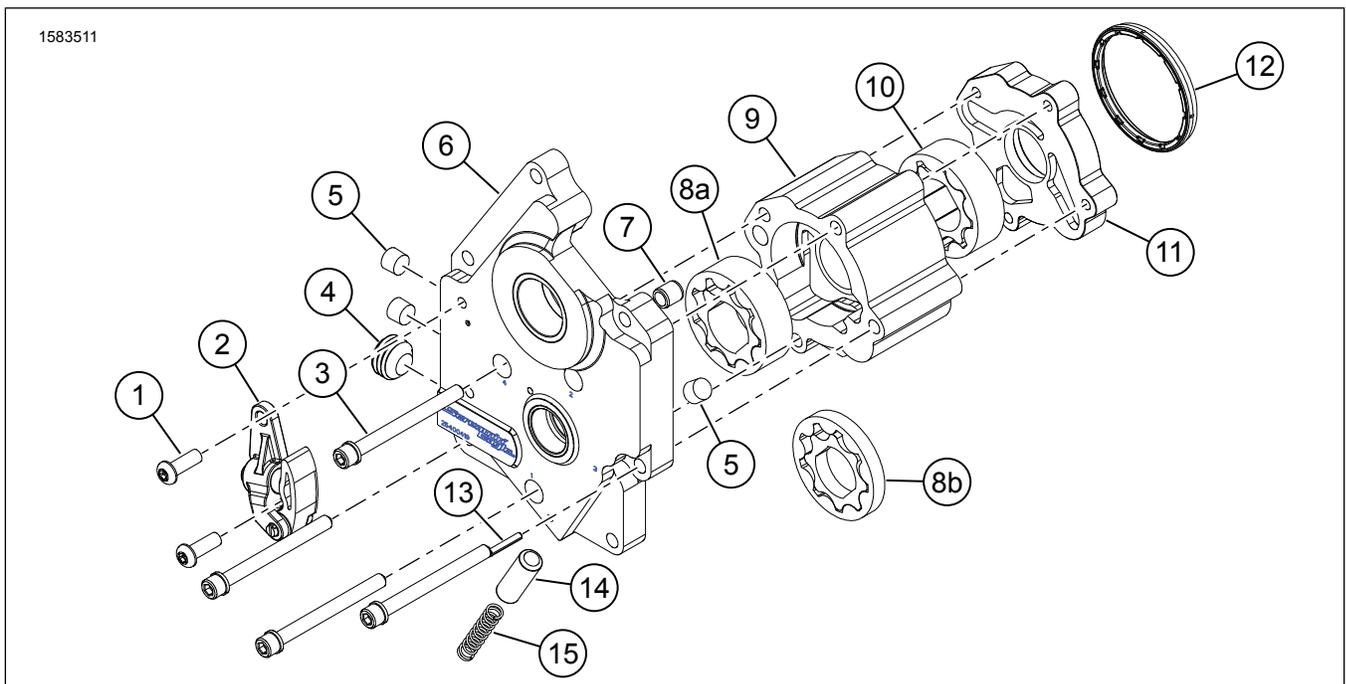

Figure 1. Contenu du kit : Plaque de came en aluminium usiné Screamin' Eagle Pro avec pompe à huile Super Sucker
1. Installer l'ensemble pignon de transmission d'arbre à cames (4). Consulter le manuel d'entretien.
- a. Voir la figure 1. Installer le tendeur (2) du kit.